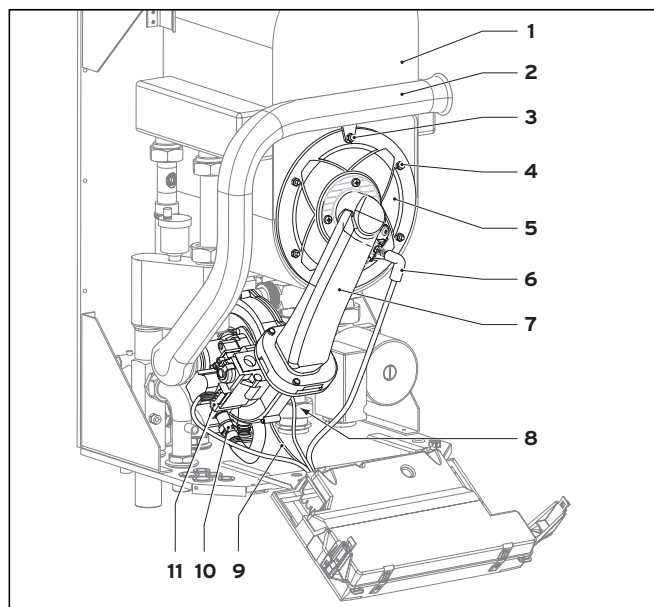
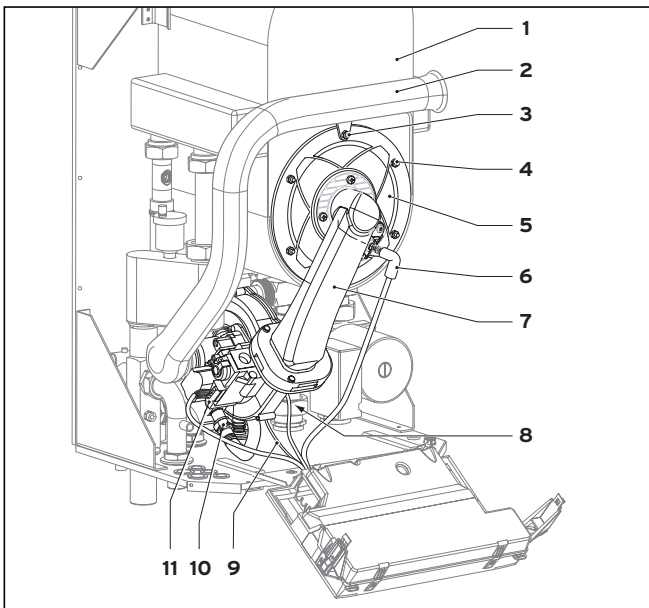

Fig. 7.1 Smontaggio del modulo termico compatto
Fig. 7.3 Montaggio del modulo termico compatto
Il modulo termico compatto è composto dal ventilatore a numero di giri regolabile, dalla valvola del gas, dal tubo di miscelazione e dal bruciatore con flangia. Questi quattro componenti costituiscono complessivamente il gruppo costruttivo del modulo termico compatto. Per lo smontaggio procedere nel modo seguente (vedi Fig. 7.1).
**Non aprire il tubo di miscelazione (7) tra l'unità di regolazione del gas e il bruciatore. La tenuta di questo componente può essere garantita unicamente dopo un controllo in fabbrica.**
- Allentare le vite di fissaggio del tubo di aspirazione dell'aria (3) e girare il tubo di aspirazione (2) in avanti; quindi estrarre il tubo di aspirazione dal bocchettone di aspirazione.
- Staccare i due connettori del cavo di accensione e del cavo di massa dall'elettrodo d'accensione (6).
- Svitare il condotto di alimentazione del gas (10) sotto la valvola del gas (fig. 7.1).
- Inserire il modulo termico compatto (5) sullo scambiatore termico a condensazione integrale (1) (fig. 7.3).
- Serrare uniformemente i 6 dadi (4) in senso incrociato.
- Inserire il tubo di aspirazione dell'aria (2, fig. 7.1) sul bocchettone di aspirazione e serrare la vite (3).
- Collegare il tubo di alimentazione del gas (10) con una nuova guarnizione (n. ET 981142) alla valvola del gas. A tale scopo impiegare una chiave fissa adeguata.
- Collegare i due connettori del cavo di accensione e del cavo di massa all'elettrodo d'accensione (6).
- Ricollegare i cavi (8) del motore del ventilatore (giunto), il cavo di segnalazione dello scambiatore primario sotto al ventilatore (9) e il cavo collegato alla valvola del gas (11).